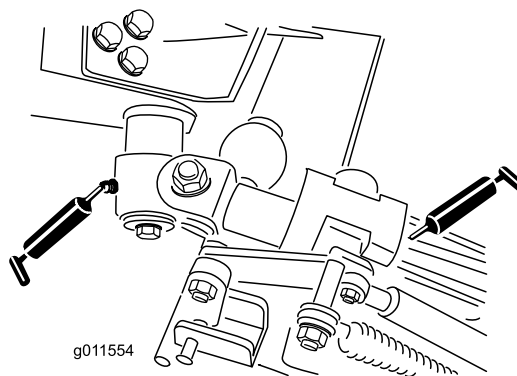

Figura 87
- 2 boccole orientabili della leva a squadra (Figura 87)
- 4 boccole del braccio posteriore (Figura 87).